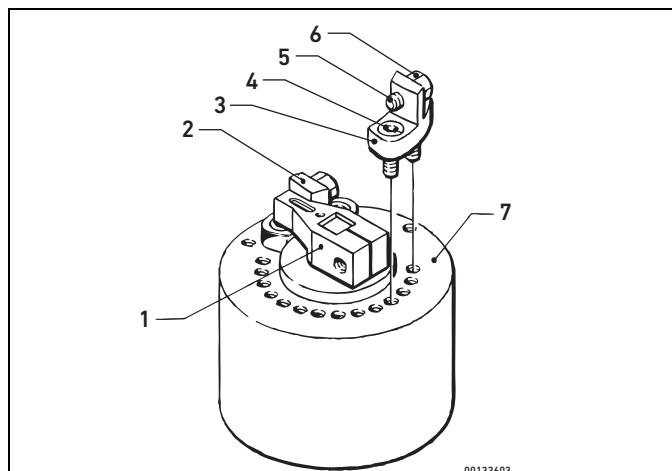

Fig. 5: Montar el tope ajustable
El actuador de giro en los tamaños 2-5 posee un tope ajustable compuesto por un brazo giratorio fijado al eje en la parte posterior del actuador de giro y dos topes que se ajustan con tornillos de ajuste. El brazo giratorio (1) y la limitación del punto de referencia (2) se suministran ya montados. La limitación de ajuste del ángulo de giro (3) se instala durante el montaje (véase la Fig. 5).
1. Con ayuda de los tornillos suministrados (4), coloque la limitación de ajuste del ángulo de giro (3) en la posición deseada (en intervalos de 15°).
2. Fije el tornillo de ajuste de precisión (5) y la contratuerca (6) en la fijación de ajuste del ángulo de giro.